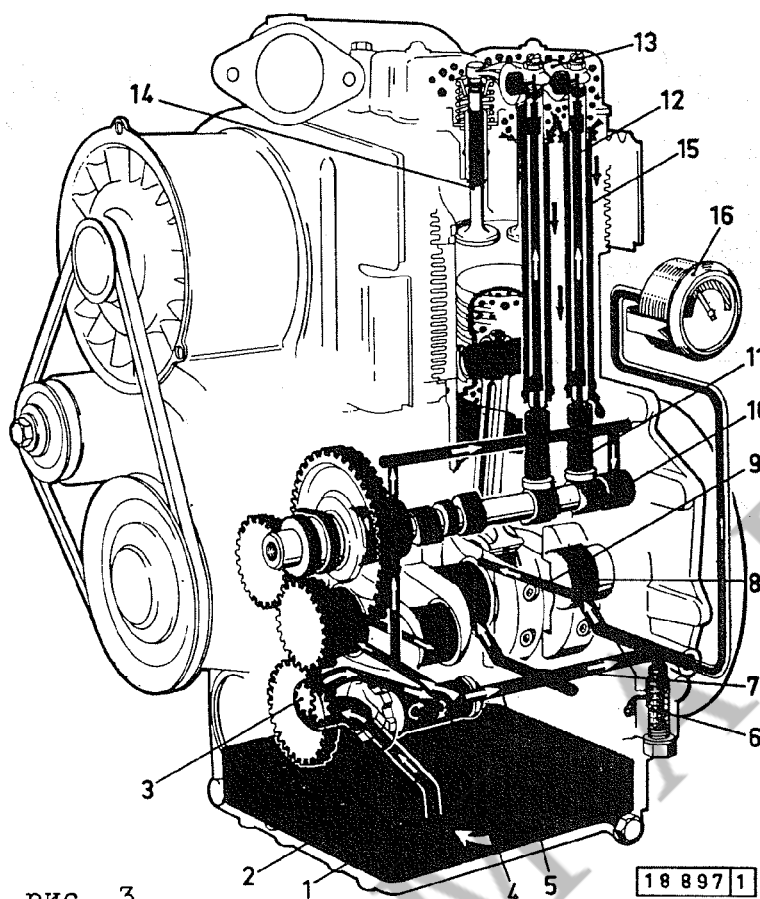

рис. 3
3. Вставить вороток в торцевой ключ и, держа руки как показано на рис. 3, подтянуть болты предварительно (примерно с моментом 3 кгм, в отдельных случаях с большим крутящим моментом, как указано в табл. для каждого двигателя)